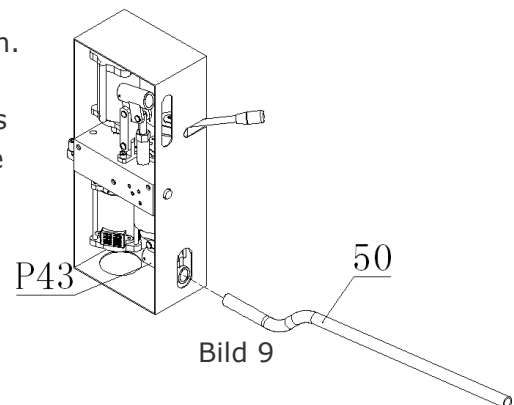

Bild 9
A): Beim Betrieb der Hochdruckpumpe stecken Sie das Handgriffrohr (50) in die Handgriffaufnahme (31) oben.
B): Beim Betreiben der Niederdruckpumpe stecken Sie das Griffrohr (50) in die untere Buchse (43). Bitte beachten Sie die Bild 9.